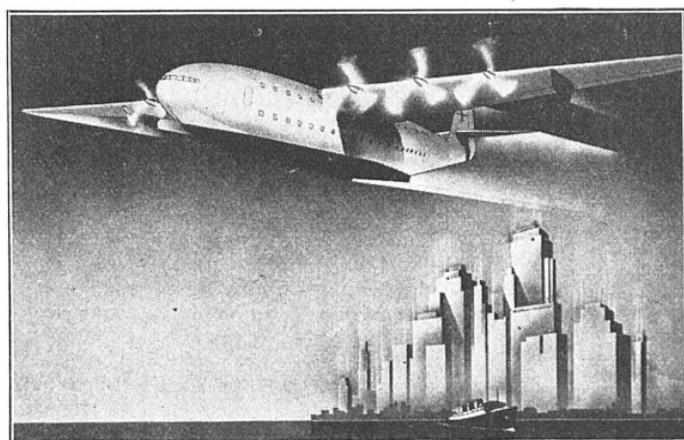

FIG. 4. — PROJET DU NOUVEL HYDRAVION AMÉRICAIN « BOEING » POUR 100 PASSAGERS
LA SCIENCE ET LA VIE a signalé (2) la concurrence qui se développe actuellement aux Etats-Unis dans le domaine de la construction aéronautique, notamment pour l'exploitation régulière des lignes transatlantiques. On sait que la *Consolidated Aircraft Corporation* envisage la construction d'un hydravion de 180 t pour 300 passagers pour une compagnie maritime concurrente des *Pan American Airways*. Voici, répondant aux exigences de cette dernière compagnie, le futur hydravion « Clipper » de la *Boeing Aircraft Company* prévu pour emporter 100 passagers par-dessus l'Atlantique-Nord. La maquette de cet appareil géant (fig. 4) prévoit de vastes aménagements pour tous les voyageurs aériens : salle à manger, bar, etc.
(1) Voir *La Science et la Vie*, n° 254, page 125.
(2) Voir *La Science et la Vie*, n° 254, page 130.